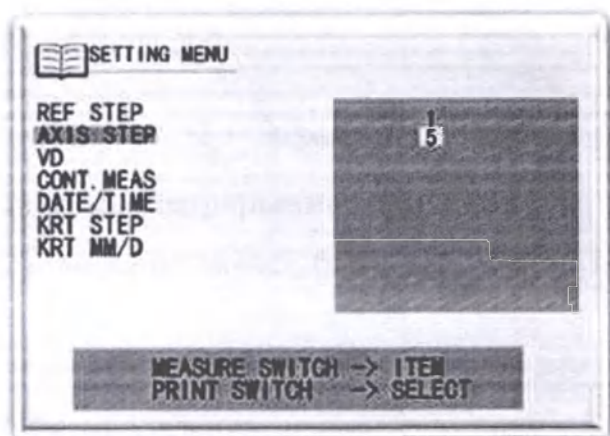

Рисунок 51 – Экран настройки AXIS STEP
- Нажмите кнопку измерения на ручке управления, переместите курсор на пункт AXIS STEP (рисунок 51).